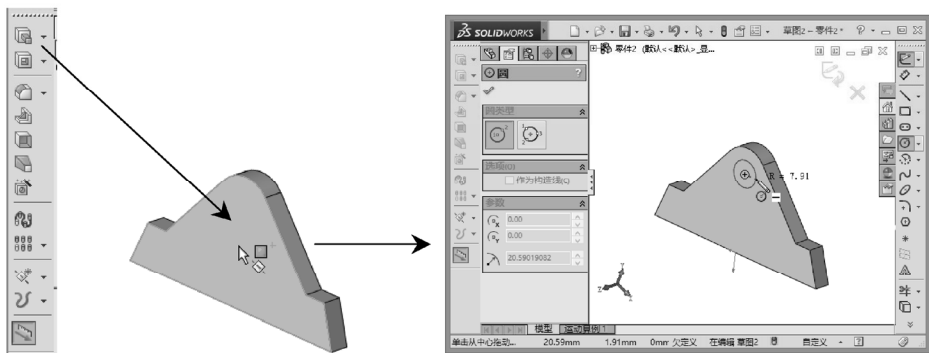

图 2-14 进入草绘环境的方法
- 单击“特征”工具栏中的“拉伸凸台/基体”按钮、“旋转凸台/基体”按钮, 或选择相应的菜单栏, 再选择任一基准平面或实体面进入草绘环境, 如图 2-14 所示。此时必须绘制闭合草图才能退出草绘环境。